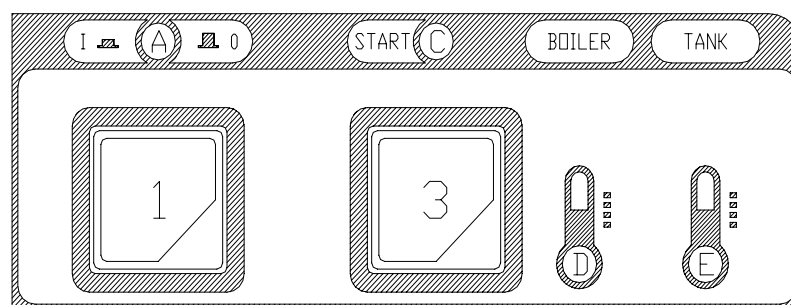

Bild. 3-2
- Falls die Maschine nicht mit einem Dosiergerät für flüssige Reiniger ausgestattet ist, muss nach erfolgter Füllung die Tür (I) geöffnet und das Spülmittel eingefüllt werden (ca. 2g/l Fassungsvermögen des Spülbehälters) Den gefüllten Geschirrkorb (L) einsetzen und die Tür (I) schließen. Nach Drücken des START-Druckknopfs (3), mindestens 2 Sekunden lang drücken, beginnt das Spülprogramm, die Kontrolllampe (C) leuchtet auf und am Programmende erlischt die Kontrolllampe. Um das Gerät auszuschalten, muß der Schalter (1) auf die Position 0 gestellt werden, die Kontrolllampe (A) erlischt (Bild. 3-2 - 3-3).